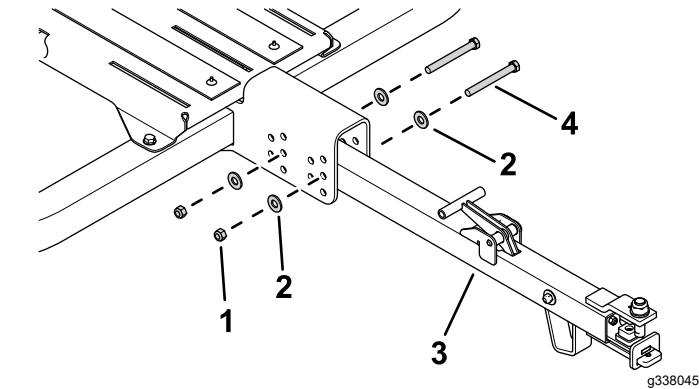

Figura 23
- 1. Utilice 2 pernos (7/16"), 4 arandelas y 2 contratuerca para fijar la barra de remolque el bastidor principal (Figura 23).